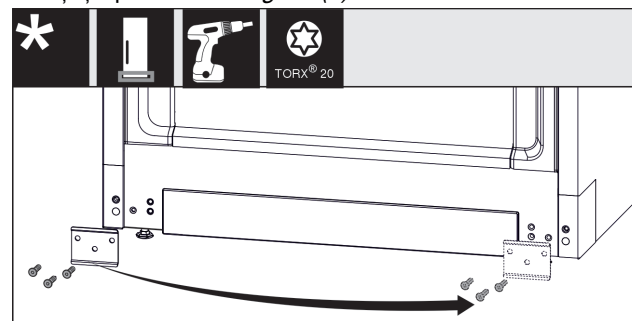

Fig. 24*
- ▶ Deșurubați placa de tablă, mutați-o pe cealaltă parte și înșurubați-o din nou.* Fig. 24 (1)